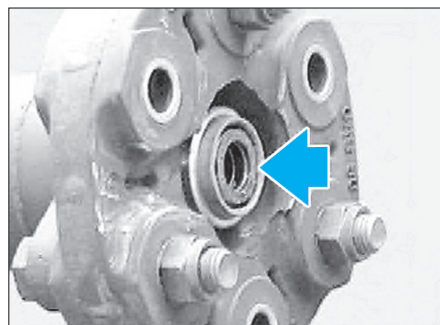

Fig. 4
- Contrôler la douille de centrage, la remplacer si nécessaire et la graisser (utiliser de la graisse Molykote Longterm 2 PLUS par exemple) (Fig.4).